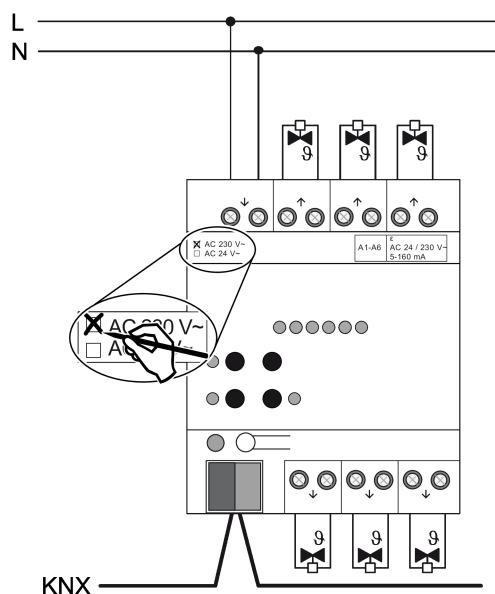

рисунок 3: Подключение сервоприводов 230 В
- Подключите сервоприводы 230 В пер. тока согласно схеме подключений (см. рисунок 3).